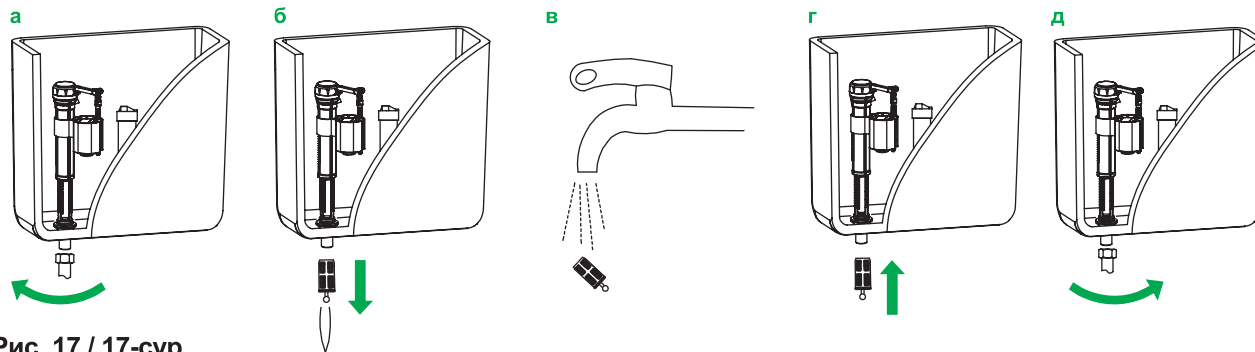

Рис. 17 / 17-сур.
2. Открутить шланг подводки воды (рис. 17а) и руками (или с помощью пинцета) извлечь фильтр-вставку из корпуса впускного клапана (рис. 17б).
3. Промыть фильтр (рис. 17в).
4. Собрать все в обратной последовательности (рис. 17г, д).